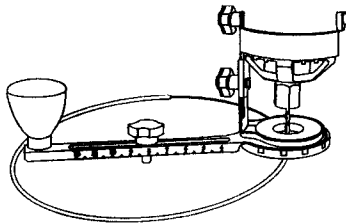

Fig. 14
6. Cuando el motor llegue a la velocidad debida, enderece lentamente la herramienta y el montaje del cortador de círculos, dejando que la broca penetre en la pieza de trabajo (ver la fig. 14). Tenga cuidado y mantenga la punta de pivote ubicada en el centro del círculo que debe cortar. Cuando se enderece la herramienta y la broca haya traspasado la pieza de trabajo, mueva la herramienta lentamente en sentido horario con una presión sostenida para hacer el corte. Continúe cortando el círculo, manteniendo la herramienta derecha y girando alrededor del punto de pivote del cortador de círculos.